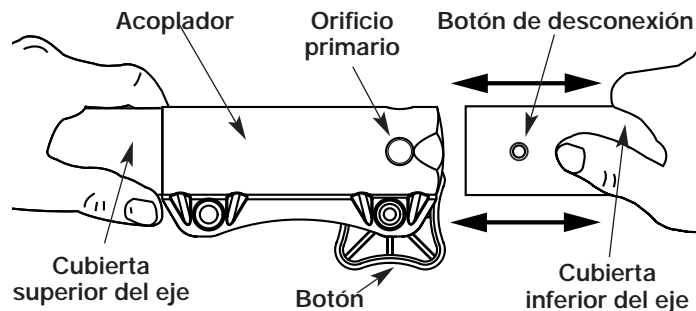

Fig. 8
3. Mientras sostiene firmemente la cubierta del eje, hale el aditamento del podador de árboles fuera del acople. (fig. 8)
2. Mientras sostiene el accesorio con firmeza, empujelo en línea recta en el acoplador (Fig. 8).
**PRECAUCIÓN:** Trabe el botón de desconexión en el orificio primario (Fig. 8) y ajuste bien la perilla antes de operar esta unidad.